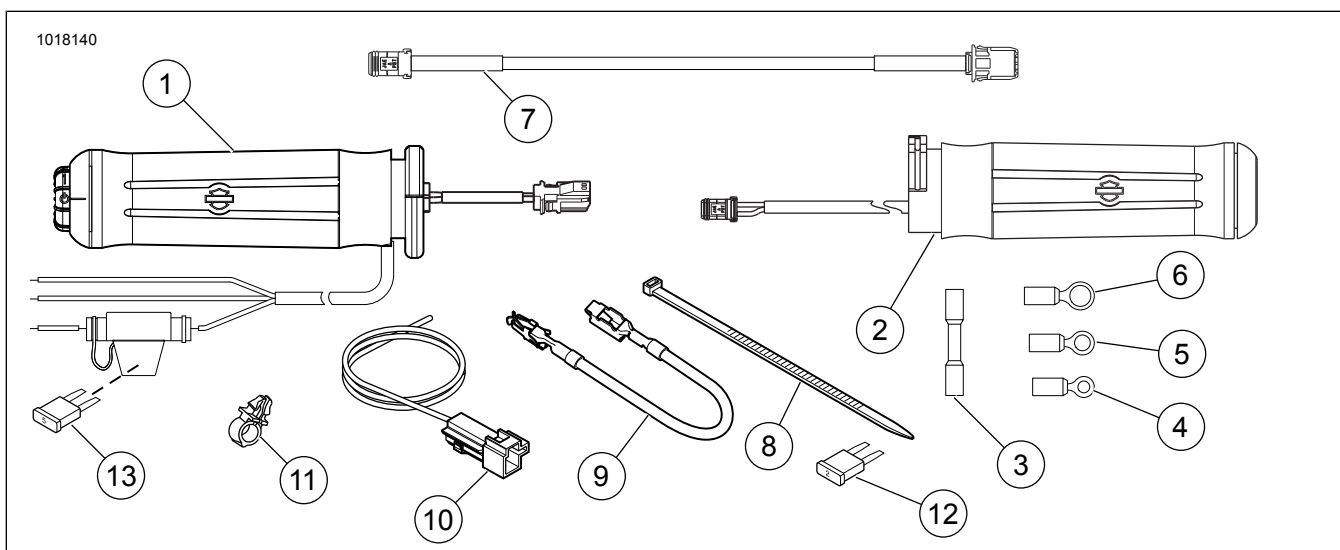

Figure 22. Pièces de rechange, kits de poignées chauffantes
1. Voir Figure 22. Sélectionner la borne circulaire correcte (4, 5 ou 6) du kit qui convient au goujon de borne argentée (avec le fil rouge) sur le disjoncteur.
2. Voir Figure 22. Sélectionner la borne circulaire correcte (4, 5 ou 6) du kit qui convient au goujon de borne argentée (avec le fil rouge) sur le disjoncteur.
2. Voir Figure 22. Brancher le faisceau adaptateur (10) du kit dans le connecteur B+.
Voir Figure 22 et Tableau 1.